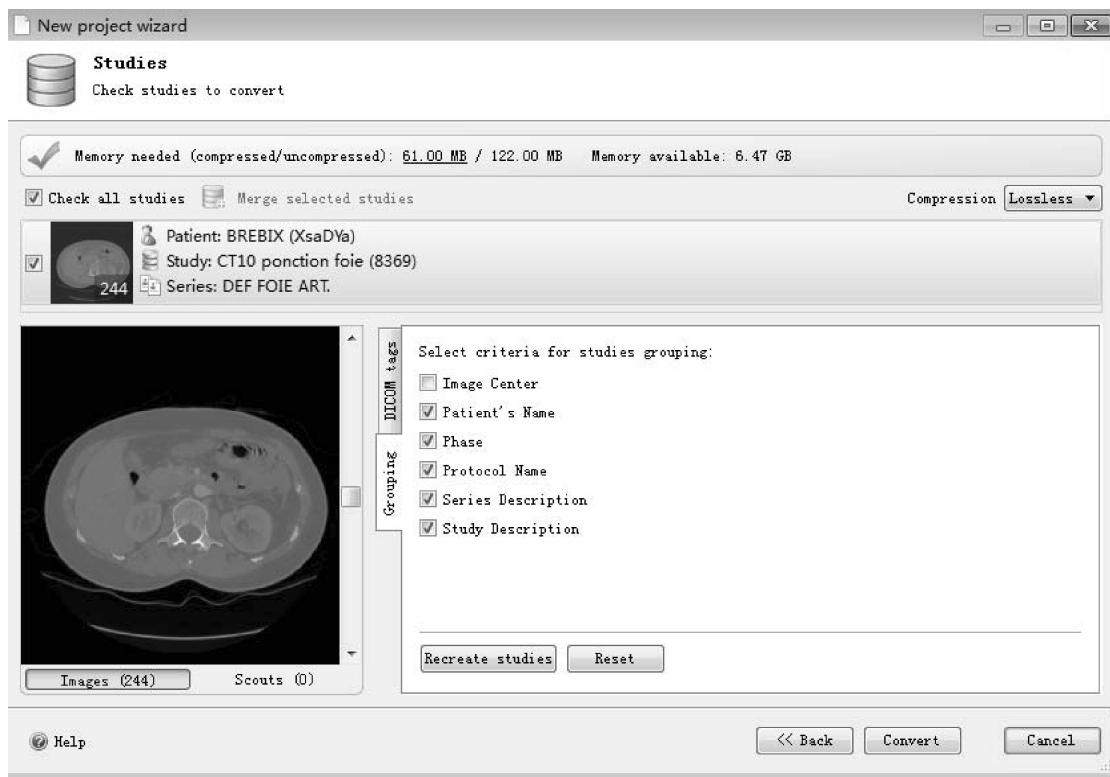

图 8-12 图像序列检查窗口
2) Mimics 会直接读取 DICOM 图像所带有的标签，自动创建一个 Mimics 项目文件，并弹出图 8-12 所示的图像序列检查窗口。